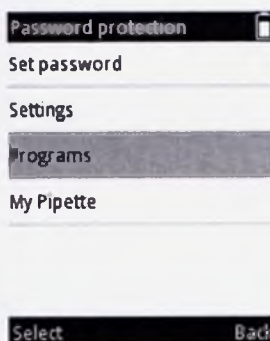

Рисунок D41.
6. Вначале выберите имя главной функции, где расположен защищаемый элемент, из списка (Рисунок D41) и нажмите (Select) (Выбрать).